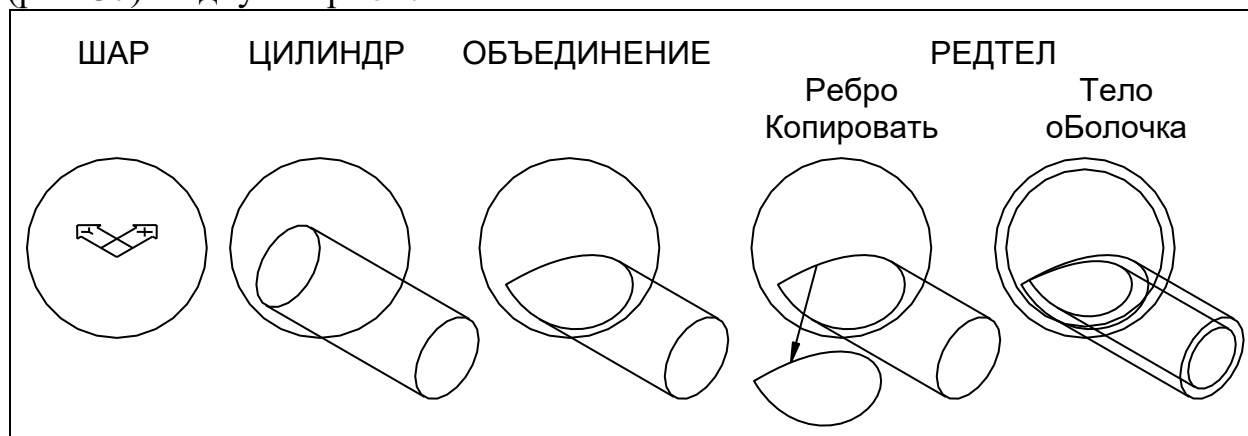

Рис. 37
1. Командой **ШАР** построить шар с центром в начале координат (рис. 37). Радиус шара 32.
*Примечание.* Изображения на рис. 37–39 получены при значениях системных переменных  $ISOLINES=0$  и  $DISPSILH=1$ .